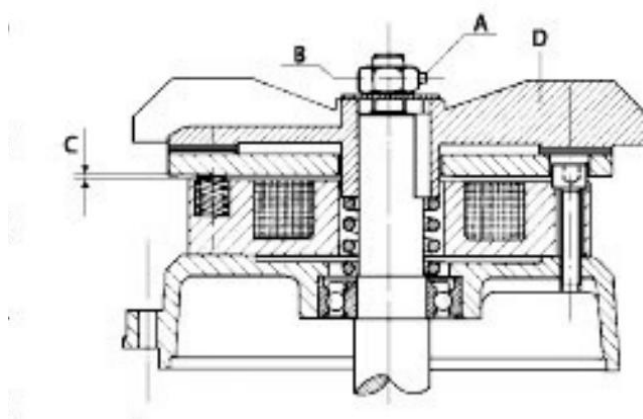

FIG. 13 — Regulação do travão
- Regule o entreferro desapertando o parafuso de cabeça oca hexagonal «A» e atuando sobre a porca «B»: a medida «C» deve estar entre 0,4 e 0,6 mm. Durante o funcionamento do motor, o ventilador «D» deve girar livremente sem roçar no disco. Verificada a eficiência do travão, coloque a tampa e fixe-a com os seus parafusos (FIG. 13).